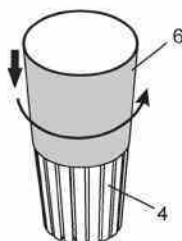

Fig. 3
5. Remueva la manga lijadora antigua y deslice la nueva manga lijadora (6) en el rodillo (4) (Fig. 3).